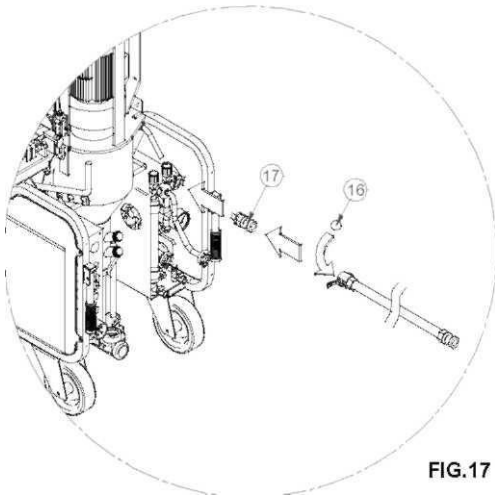

FIG.17
Scoateți mixerul și curățați-l. Curățați zona de amestec cu o perie. Introduceți racleta (ref. 15), așa cum se arată în Fig. 17, închideți camera de amestec, răsuciți comutatorul principal în poziția de lucru și apoi operați reversorul de start. Lăsați să funcționeze timp de 5-10 secunde, până când camera de amestec este complet curată.
Opriți dispozitivul prin intermediul rotirii selectorului (Ref. Q5) la „0”, scoateți racleta și montați mixerul curat. Mai departe procedați la curățarea conductei. Introduceți un burete de spălare (ref. 16), la începutul conductei, conectați furtunul de alimentare cu material, de cuplajul furtun-apă, furtun-mortar (ref. 17), și apoi conectați-o pe cea din urmă la supapa de apă auxiliară. Introduceți pompa de apă și deschideți supapa de apă auxiliară până când buretele de spălat iese de la celălalt capăt (Fig. 17).